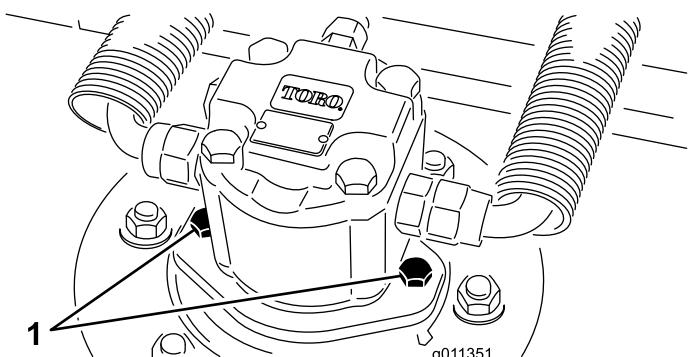

Bild 70
2. Klemmen Sie den Hydraulikmotor vom Mähwerk ab und entfernen ihn (Bild 70). Decken Sie die Spindeloberseite ab, um einer Verunreinigung vorzubeugen.
3. Montieren Sie den Hydraulikmotor am Mähwerk (Bild 70) Stellen Sie sicher, dass sich der O-Ring unbeschädigt in seiner Position befindet.